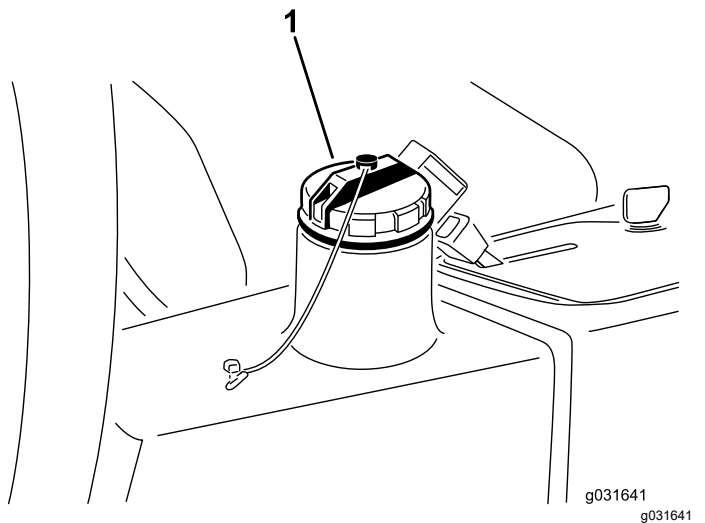

Figure 65
- Versez environ 13,2 L (3,5 gal américains) de liquide hydraulique dans le réservoir (Figure 65); voir Spécifications du liquide hydraulique (page 56) et Contrôle du niveau de liquide hydraulique (page 56).